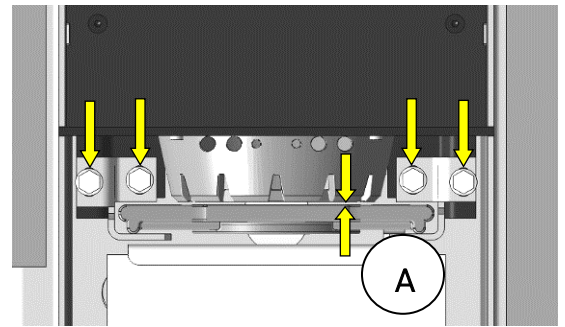

Abb. 39: Abstand Rost- Brennertopf
2. Prüfen Sie den vertikalen Abstand (A) zwischen Brennertopf und Rost (Abb. 39). Der Abstand darf nicht größer als 1 mm sein. Gegebenenfalls Spalt / Abstand einstellen. Dazu die vier mit Pfeilen markierten Schrauben lösen.